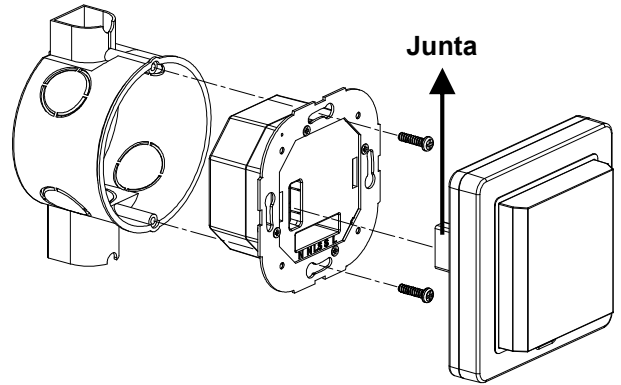

FIGURA 5
- (3) Fixe a unidade de alimentação a caixa de aparelhagem usando 2 parafusos fornecidos. Volte a encaixar a unidade de deteção a unidade de alimentação. Para isso deve alinhar corretamente a junta com a abertura no lado esquerdo da unidade de potência. (FIGURA 5).